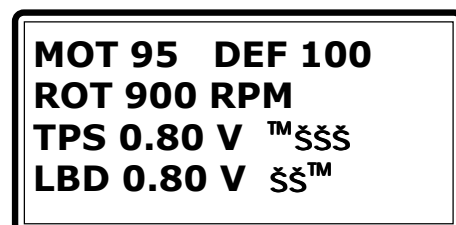

Fig. 28
- ir á **"VISUALIZAÇÃO DOS PARÂMETROS"** (Fig. 28);